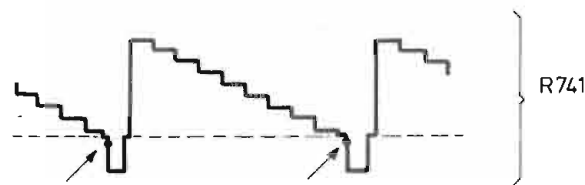

Fig. 8 2171 A
- Daar, waar de oorspronkelijke sync. impuls wordt afgesneden, en de nieuwe toegevoegd, ontstaat een verdikking in de negatief gaande flank van de sync. impuls (zie ook fig. 8). Stel R741 nu zodanig in, dat deze verdikking zich iets onder het zwarniveau bevindt.